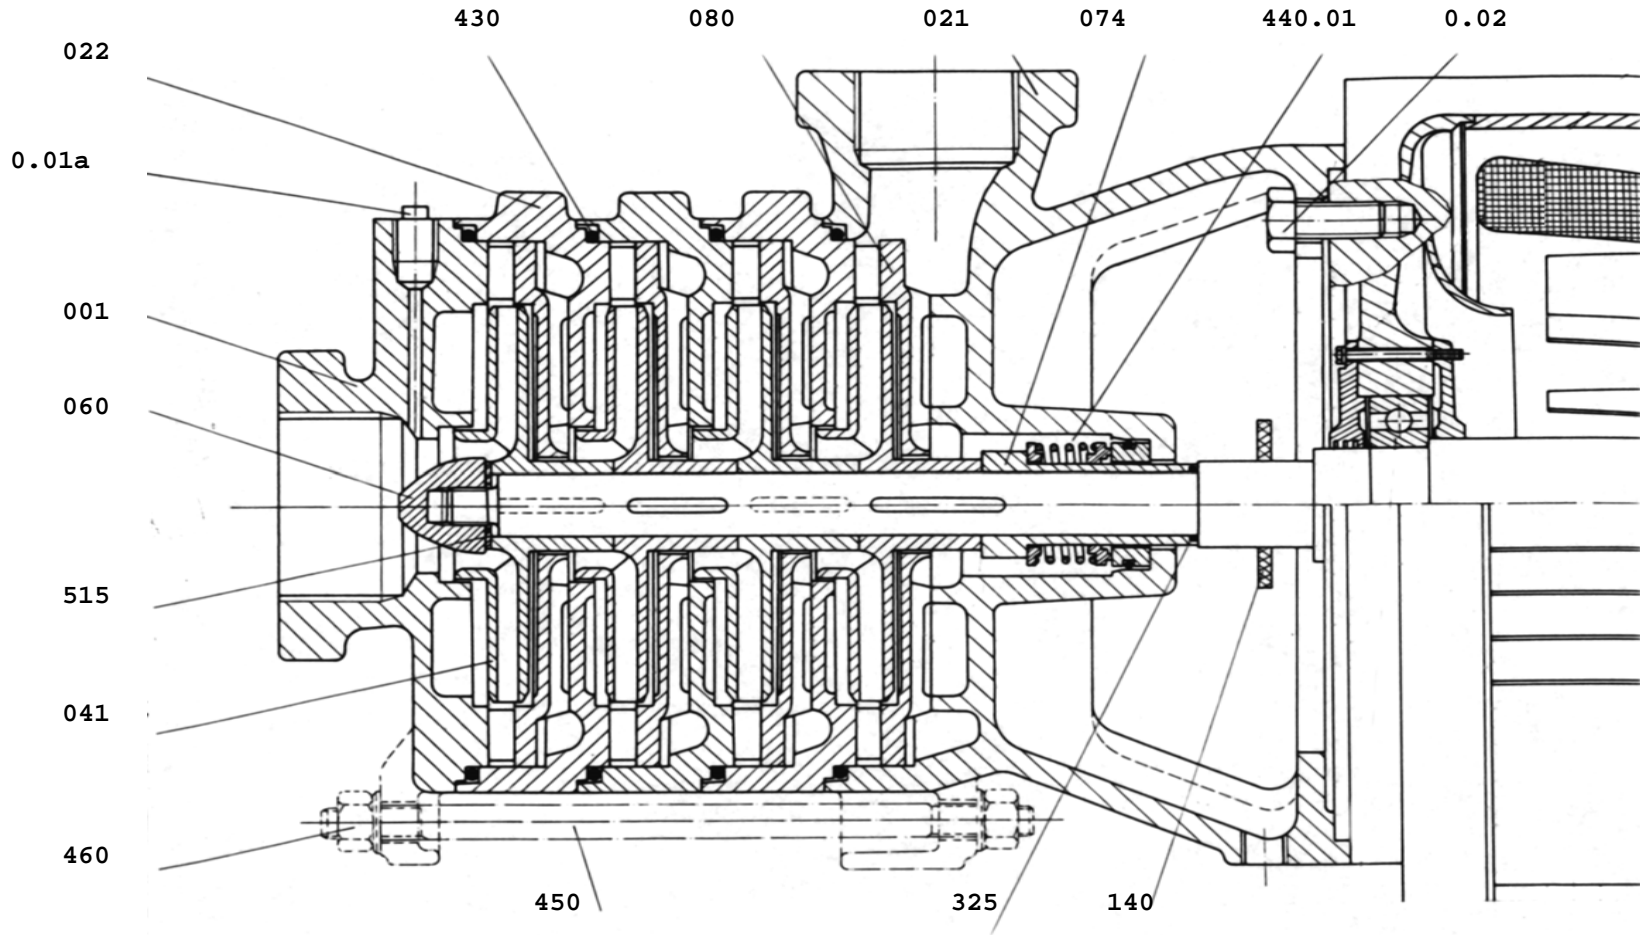

Fig. 1 Esquema de piezas
- Remover las ocho tuercas, 4 delanteras y 4 traseras Nº 460 Fig. 1, Retirar los espárragos Nº 450 Fig. 1.
- Retirar la tuerca del impulsor Nº 060 Fig. 1. Para ello sujetar el eje en el espacio libre del mismo donde se encuentra el anillo contra goteo, Nº 140 Fig. 1, con el alicate de presión y retirar la tuerca.
- Retirar el difusor Nº 080. Fig. 1. Conjuntamente con la carcasa intermedia Nº 022 Fig. 1.
- Retirar la bocina de protección Nº 074 Fig. 1. Para ello presionar la bocina hacia atrás, retirar la cuña y retirar la bocina conjuntamente con la parte móvil del sello.
- Retirar los cuatros tornillos 0.02 Fig. 1.
- Retirar la carcasa de descarga Nº 021 Fig. 1.